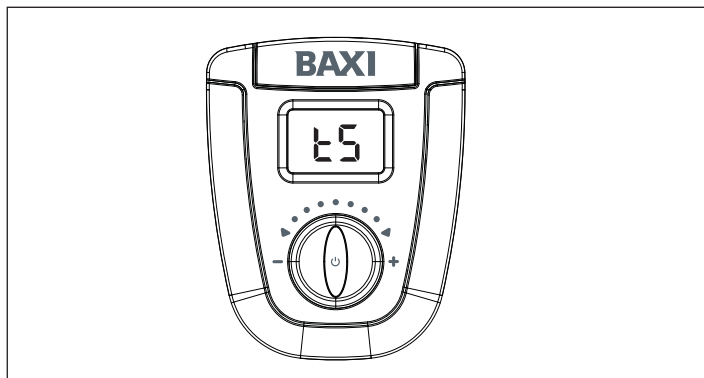

Fig. 19 - Activación "Menù Parámetros"
- Girando el mando seleccione **LS** (Menú parámetros - Fig. 19) y confirme pulsando el botón reset